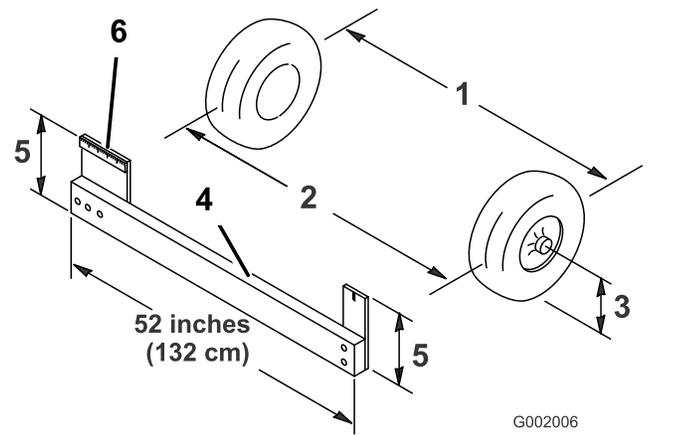

図 51
4. 前輪の前と後ろで、左右のタイヤの中央線間距離を測る計測はアクスルの高さで行う **図 51**。
注 前輪の後側をアクスルの高さで正しく測定するには専用測定具か整列ゲージが必要となる。前後の計測とも同じ道具を使用し、アクスルの高さで正しく測定すること **図 51**。